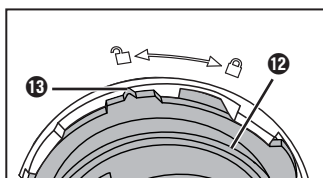

Fig. 5
- 6) Tournez le support 12 dans le sens antihoraire jusqu'à ce que le repère 13 sur le support 12 pointe vers le symbole  sur la cuve à pâte 15 (fig. 5). Sortez le support 12 avec la vis d'extrusion 10.